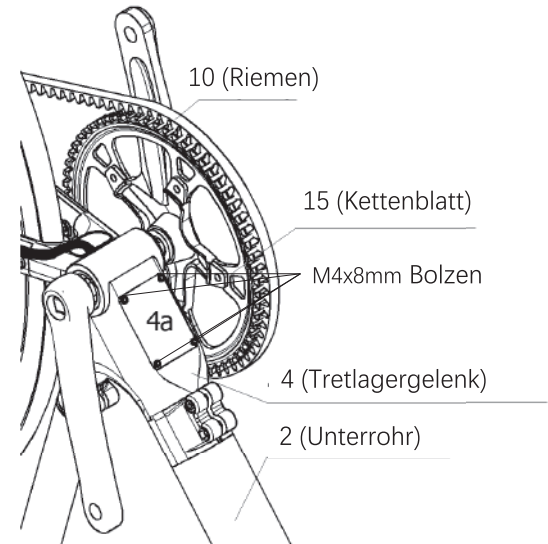

Abb. 37-2
d. Verwenden Sie einen 3mm-Inbusschlüssel, um die Abdeckung 4a mit vier M4x8mm-Schrauben an Teil 4 zu befestigen, wie in Abb. 37-2 gezeigt.